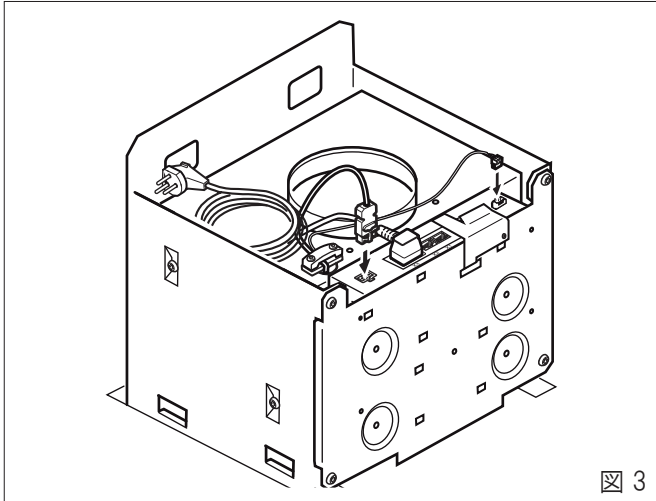

図 3
4. メインケーブルとコントロールケーブルをコントロールモジュールに接続してください。(図 3)